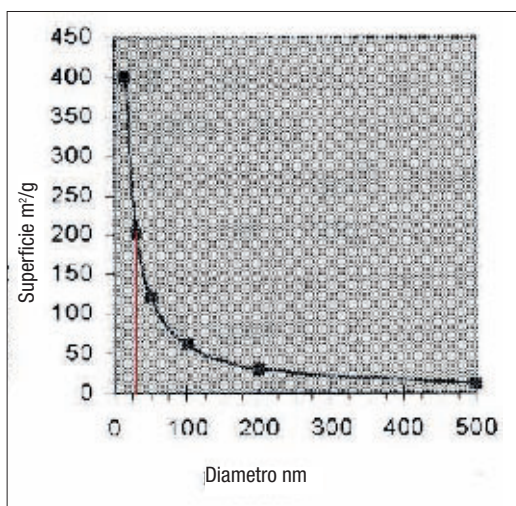

Fig. 1. Superficie specifica (da [1]). Evidenziato un nanolattice di 30 nm.
3. Area superficiale elevata. Ciò è illustrato nella fig. 1, da cui si evince che un lattice convenzionale ha una superficie specifica intorno ai 20 m²/g, dieci volte inferiore rispetto ad un nanolattice!